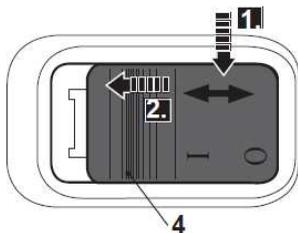

Fig. 16: Posição desligado
1. Pressione a parte traseira do interruptor de ligar/desligar (4) e deslize para a frente até que o interruptor bloqueie na posição ligado (Fig. 16).